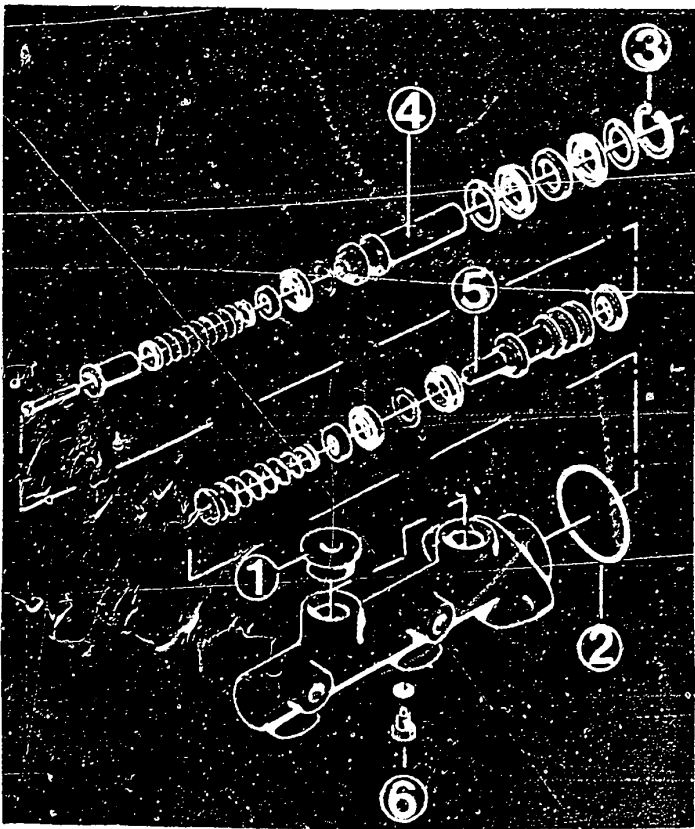

Bild 41 Hauptbrennizylinder mit: 1 Dichtgummi – 2 O-Ring – 3 Sicherungsring – 4 Primärkolben – 5 Sekundärkolben – 6 Anschlagschraube.
c) Der **Hauptbremszylinder** ist in Bild 41 in seinen Einzelteilen dargestellt. Die Bremsschläuche am Fahrzeug sind in Längsrichtung mit weissen Linien durchzogen, die als Sichtkontrolle gegen das Verdrehen dienen. Das vollständige Entlüften der Bremsanlage beginnt an den Hinterrädern (nur am linken Rad entlüften); dann folgen das rechte und das linke Vorderrad.